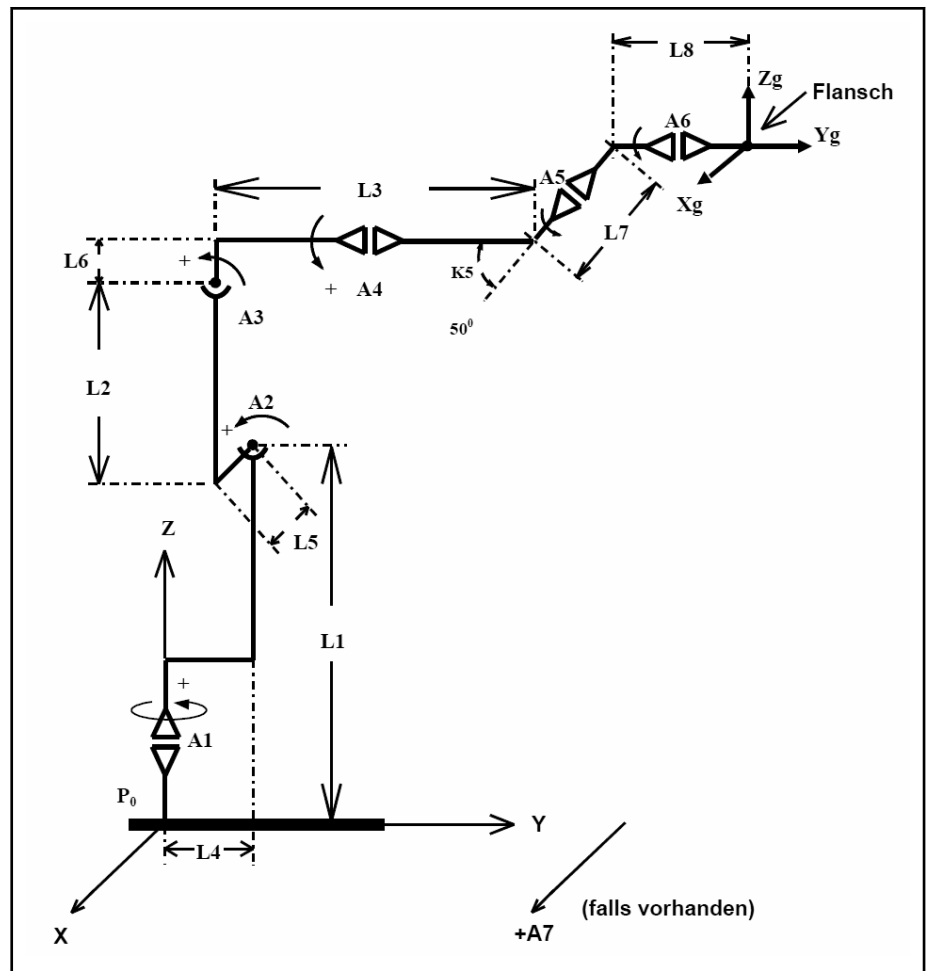

Abb. 18-53: Robotertyp 26, Winkelhand-Roboter mit 6 (7) Achsen, Nullstellung Schematisch
Das zugehörige Raumkoordinaten-System ist durch die 3 Hauptachsen (x, y, z) in Abb. 18-53 "Robotertyp 26, Winkelhand-Roboter mit 6 (7) Achsen, Nullstellung Schematisch" auf Seite 289 gekennzeichnet. Der Nullpunkt liegt im Fußpunkt P0 des Roboters.
Alle Daten sind Abb. 18-53 "Robotertyp 26, Winkelhand-Roboter mit 6 \(7\) Achsen, Nullstellung Schematisch" auf Seite 289 zu entnehmen:
Winkel, um den die Roboterhand abgelenkt ist (50°), Abb. 18-53 "Roboter-typ 26, Winkelhand-Roboter mit 6 \(7\) Achsen, Nullstellung Schematisch" auf Seite 289